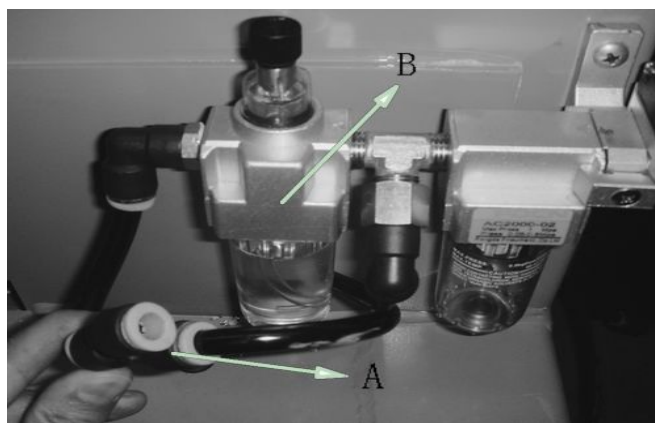

Рис. 7-5
7.1.6 Подключите шланг подачи воздуха и используйте Т-образное соединение Y (Рис.7-5 А) для подключения выходного шланга, а другой конец подключите ко входу клапана регулирования давления вспомогательного оборудования.
7.3.4 Выньте шланг из отверстия источника подачи воздуха и с помощью короткого отрезка ПУ шланга $\varnothing 8$ соедините Т-образное соединение Y с выходом, а другой конец подключите к шлангу источника подачи воздуха (Рис.7-5)
7.3.5 Вставьте конец ПУ шланга $\varnothing 8$ (Рис. 7-5) в свободный разъем Т-образного соединения Y, а второй конец подключите ко входу клапана настройки давления вспомогательного оборудования.